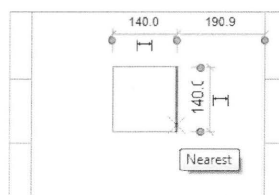

Fig. 04.35. Tegn et område inden for boksens afgrænsninger.
- Tegn et område inden for objektets afgrænsninger (Fig. 04.35).